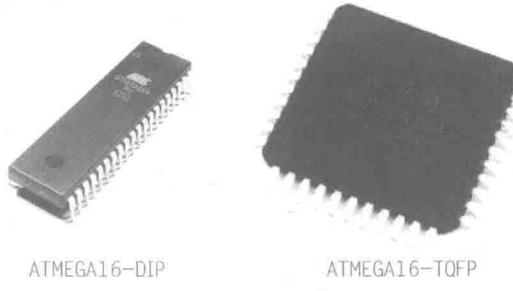

图 0-2 ATMEGA16 单片机外形
(2) ATMEL 公司的 AVR 单片机。ATMEL 公司的 AVR 单片机是基于增强精简指令集(RISC)的单片机，它在吸收了 51 单片机优点的基础上进行了大量的改进，采用了哈佛(Harvard)的结构，不仅具有运行速度快、存储容量大、片内资源丰富、I/O 口功能强、保密性能高、电源电压范围宽(2.7~6.0 V)、抗干扰能力强等一系列优点，而且使用 ISP 下载编程方式编程，开发费用低廉。典型应用产品有 AT90S 系列、ATMEGA 系列等品种。ATMEGA 系列型号有 ATMEGA16、ATMEGA64、ATMEGA128 等型号单片机。其中 ATMEGA16 单片机的外形如图 0-2 所示，详细资料可从官网 <http://www.atmel.com> 上查看。